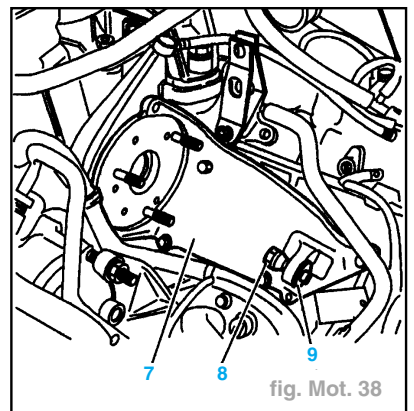

fig. Mot. 38
- S'assurer de la présence de la vis (8) et de la rondelle (9) sur le support de pompe d'injection (7) (fig. Mot. 38).